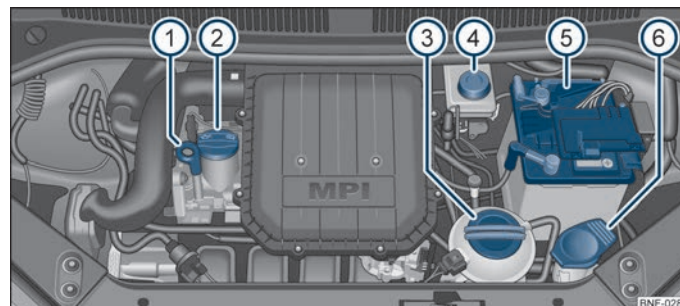

Bild 92 Bensinmotor 1,0 l/55 kW MPI
- Skruva av locket på oljepåfyllningsöppningen ② ⇒ bild 92.
Kylvätskeexpansionskärlet sitter till höger i motorrummet. ③ ⇒ bild 92.